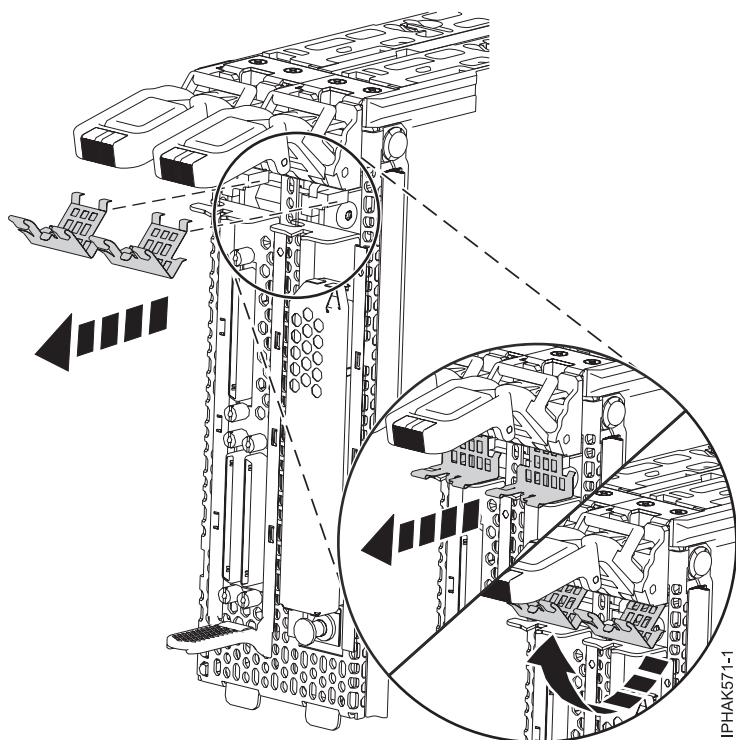

Figure 67. Retrait des deux clips métalliques à l'avant du bloc
2. Relevez les bras de verrouillage jusqu'en butée et retirez les deux clips métalliques de l'avant du bloc. Voir figure 67